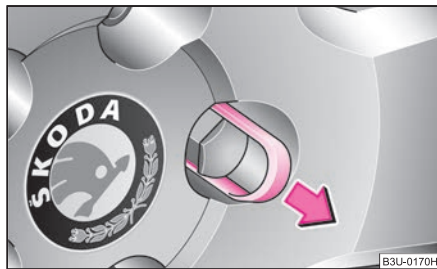

Abb. 193 Radwechsel:
- Ziehen Sie die Kappe mit der **Kunststoffklammer** ab ⇒ Abb. 193.